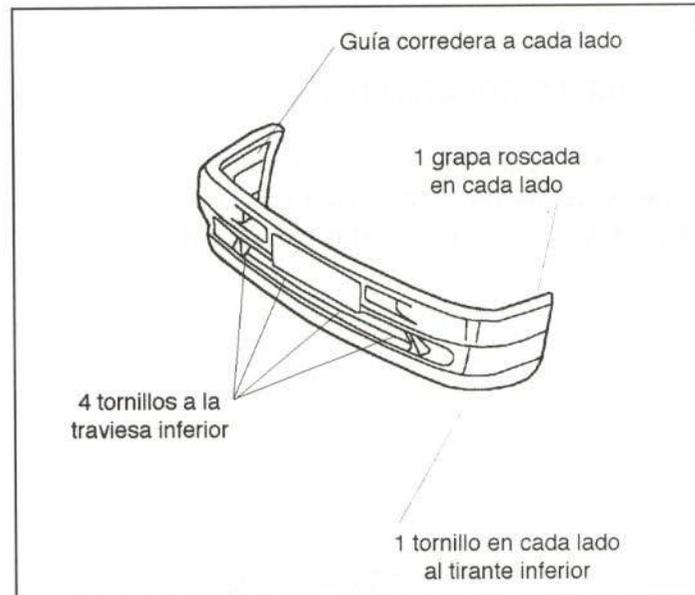

Figura 13.- Unión del paragolpes delantero
En la figura 13 se muestra la fijación de este elemento.
- Paragolpes delantero (figura 13).